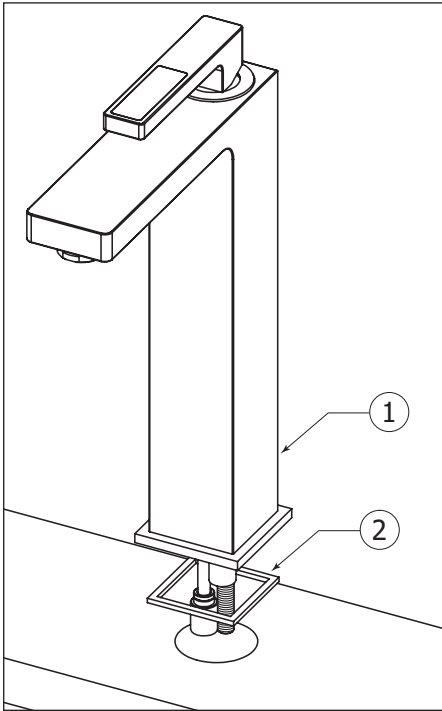

Fig.1
Placez la bague en caoutchouc (2) contre le bec. Insérer le robinet (1) dans le trou (Ø 1-3/8") du lavabo ou du comptoir tel qu'illustré (Fig. 1).